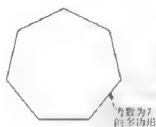

图 3-57
**步骤5:** 在命令行窗口中输入数值“60”, 按 Enter 键完成多边形的绘制, 如图 3-57 所示。